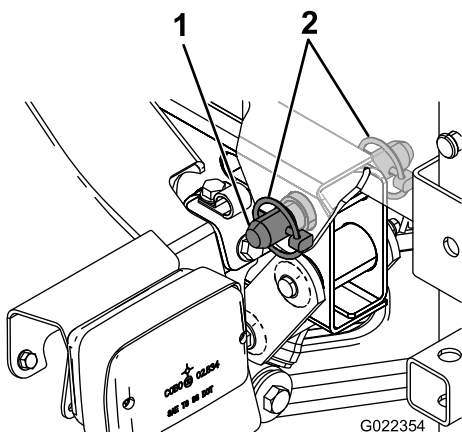

Figura 10
5. Alinee los taladros en las pestañas de giro en la parte trasera del conjunto del patín del depósito con los taladros del tubo de giro de la plataforma, en el extremo del bastidor del vehículo (Figura 10).
6. Instale un pasador cónico y 2 pasadores de seguridad en la pestaña de giro para sujetar el conjunto del depósito al bastidor (Figura 10).